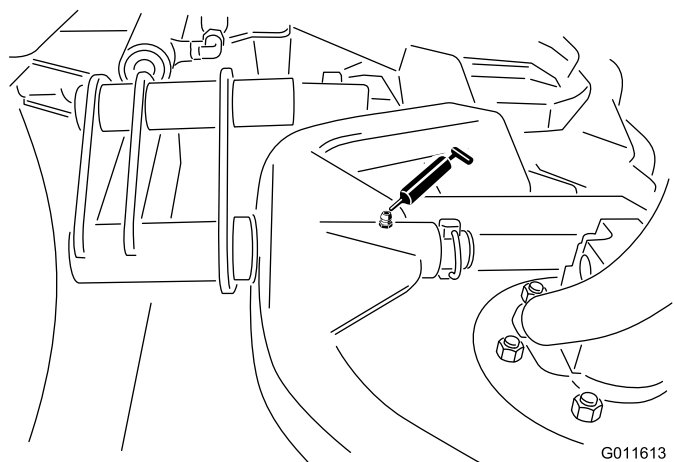

Figura 29
- Pivotes del brazo de elevación (1 en cada) (Figura 29)